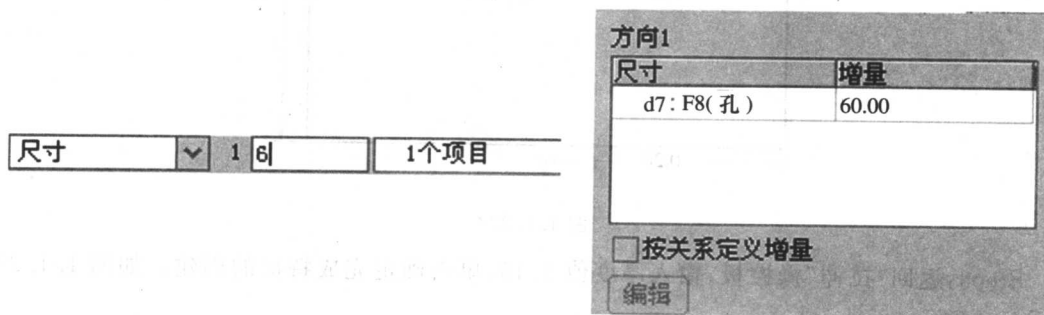

图 1.1.20
Step2: 因为创建的是径向尺寸阵列,所以选择孔与基准平面的夹角值,在图上显示为 0° 。双击 0° 尺寸,然后在文本框中输入 60,按 Enter 键确定。打开“尺寸”的上滑面板,看到所选的尺寸添加到第一方向列表的尺寸,且增量值为 60。然后指定此增量的次数,在操控板第一个方向的文本框中输入孔的个数 6,按 Enter 键确定。如图 1.1.20 所示。